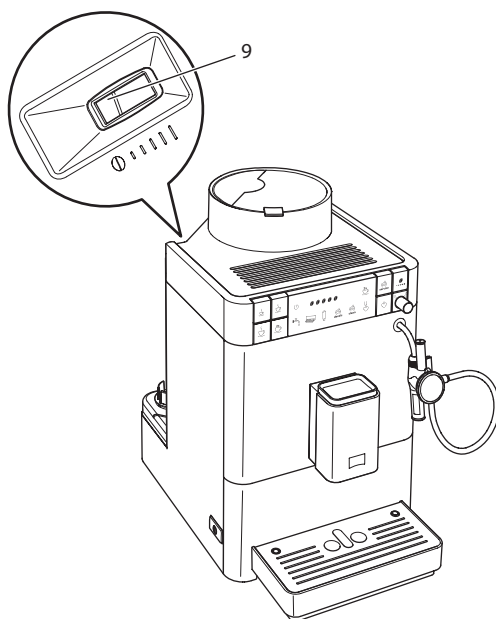

Fig. 13: Levier de réglage de la finesse de la mouture
- » Le levier « Réglage de la mouture » (9) apparaît sur le corps de l'appareil.
2. Placer le levier vers la gauche ou la droite comme illustré à la Fig. 13.